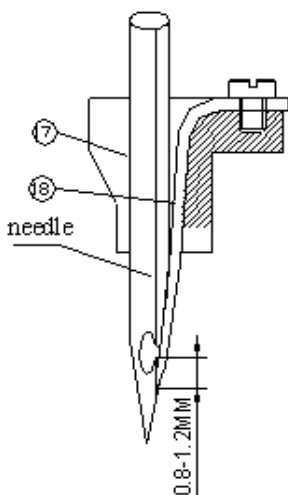

Fig. 11
La altura de la punta de la lengua (18) debe ser fijado en relación con la aguja. La altura es correcta cuando la punta de la lengua cierra el espacio entre los dos ganchos de la aguja, extendiendo milímetros de 0.8 - 1.2 (depende del calibre de la aguja) más allá de la punta del gancho más bajo, y la barra está en su del U.D.C.. Fig. 11.